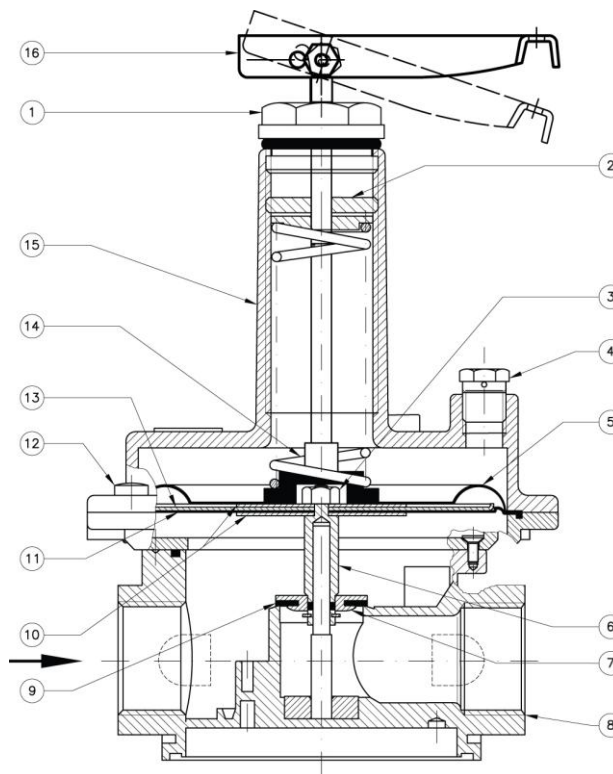

Рис. 1
Клапан (рис. 1) состоит из: алюминиевый колпачок (1); регулировочный винт (2); гайка блокировки мембраны (3); пылезащитный колпачок (4); защитная мембрана (5); центральный шток (6); затвор (7); корпус (8); прокладка (9); диски мембраны (10); рабочая мембрана (11); винты крепления (12); верхний диск мембраны (13); пружина регулирующего устройства (14); раструб (15); рукоятка механизма тестирования (16).
Выполняется следующая последовательность действий (см. рис. 1):